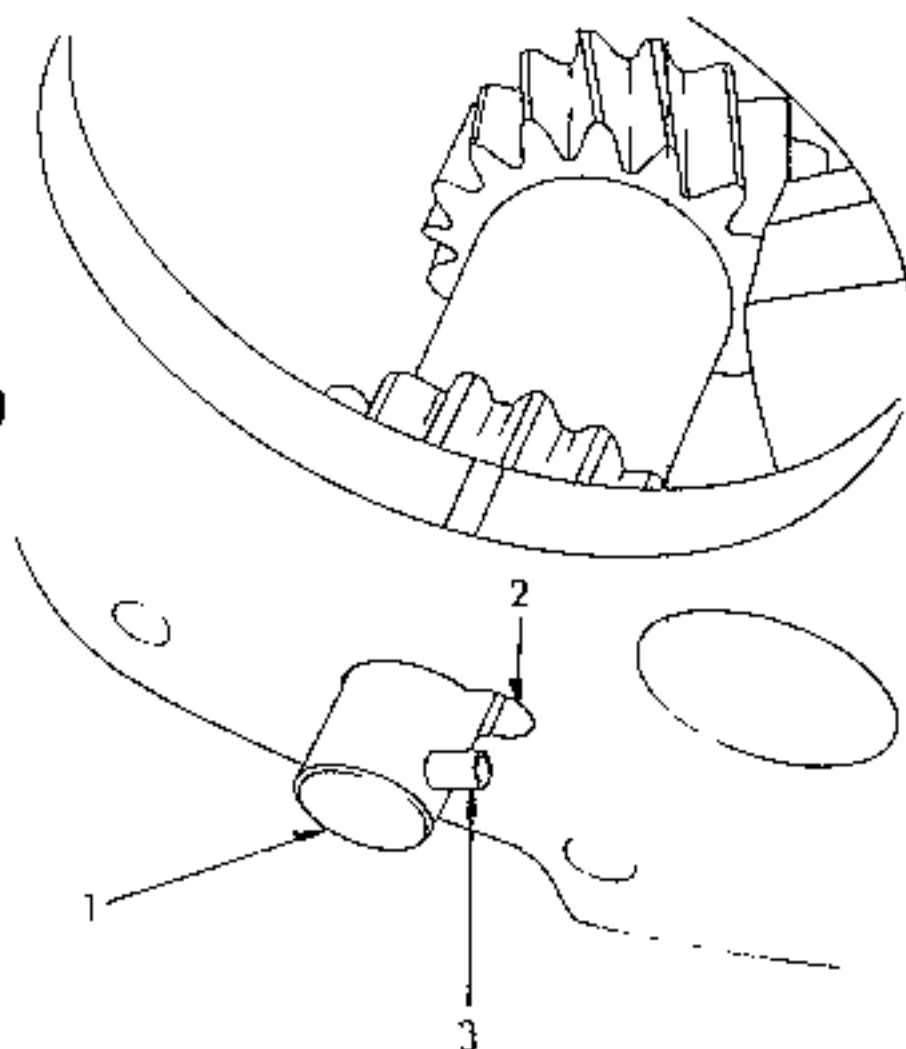

Bild 70
- Einen Messingdorn durch die Bohrung für die Rücklaufwelle in der Vorderseite des Gehäuses einsetzen und die Welle durchschlagen. Darauf achten, dass der Spannstift durch die dafür vorgesehene Öffnung geführt wird (Bild 70).
- Rücklaufrad in die richtige Lage setzen und die Rücklaufwelle von hinten in das Gehäuse und durch das Rücklaufrad (28) schieben. Welle so verdrehen, dass sie in die Aussparung des Getriebegehäuses kommt (Bild 70).
- Eine Fühlerlehre zwischen die Anlaufscheibe auf einer Seite und das Rücklaufrad einsetzen. Falls das vorhandene Spiel grösser als 0,45 mm ist, Rücklaufrad wieder ausbauen und die Anlaufscheiben (26) ersetzen.
- Nadelrollenlager (32) und Bohrungen des Vorgeleges (33) mit Fett einschmieren. Auf jeder Seite 25 Nadelrollen und einen Haltering (31) einsetzen. Anlaufscheiben (30) mit Fett einschmieren und in die Führungen im Gehäuse einsetzen.
- Vorgelegewelle (44) von hinten so in das Gehäuse einsetzen, dass die hintere Anlaufscheibe soeben gehalten wird.